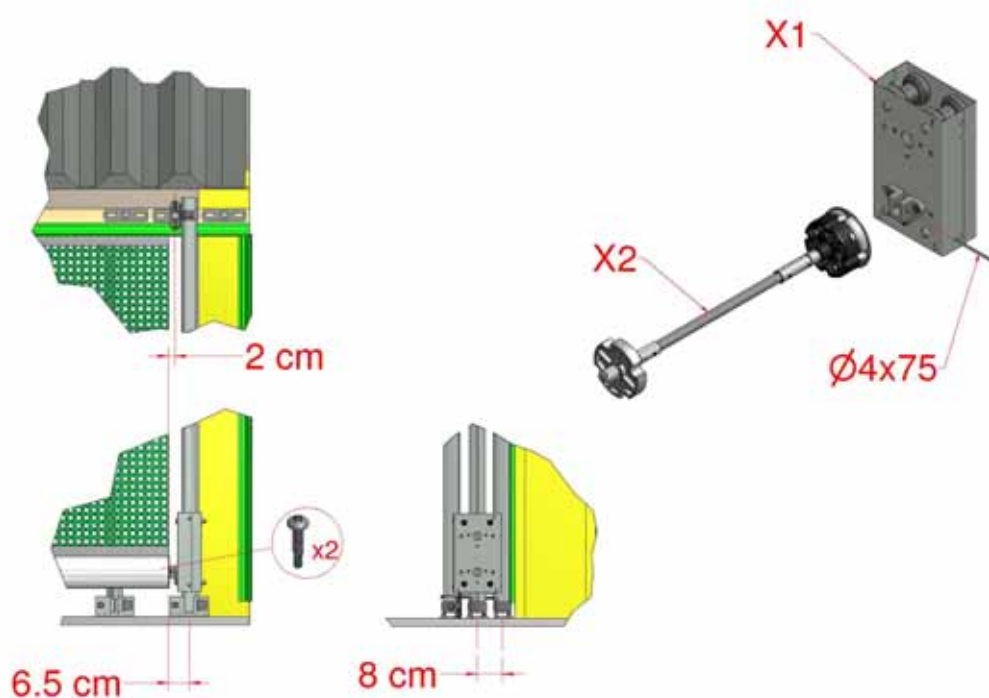

Figure 27 : coffret de commande d'extrémité libre
- 6.1 Pour poser le coffret de commande à l'extrémité libre en option, fixer le ou les supports de surface supplémentaires (E1) à l'extrémité libre, voir la Section 2.1. L'extrémité du tube d'enroulement inférieur doit se trouver à 2 cm du centre du support de surface supérieur (E1) ou à 6,5 cm du centre du tube de couple, comme illustré à la Figure 27.
- 6.2 Pour une installation Face-Face, pré-percer les trous de fixation dans le sol pour faire en sorte que le centre du tube de couple se trouve à 8 cm du centre du tube de commande interne, Figure 27. Enfiler l'arbre d'extrémité libre sur l'extrémité du tube d'enroulement inférieur et le fixer au moyen de deux vis autoperceuses M4.2x19.